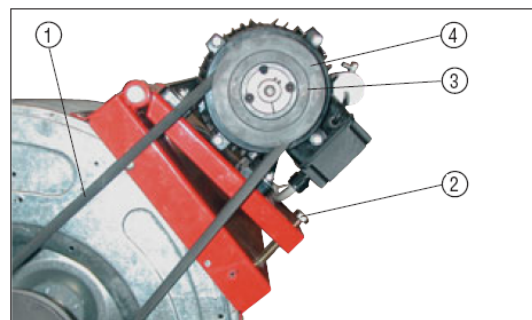

Fig. 2
- Dacă generatorul de aer cald are ventilatorul centrifugă montat și valoarea debitului de aer este diferită de debitul specific, trebuie să efectuați următoarele operații (Fig. 2):
- 2) deșurubați șurubul (2) căruțului motorului;
- 3) dați la o parte cureaua (1);
- 4) deșurubați șuruburile (3);
- 5) întoarceți partea mobilă (4) a roții de scripete deșurubând-o sau înșurubând-o pentru a diminua sau crește rapiditatea rotației și deci, debitul de aer al ventilatorului;
- 6) blocați șuruburile (3);
- 8) repetați operațiile de la (1) la (7) până ce debitul de aer a ajuns la valoarea sa nominală.